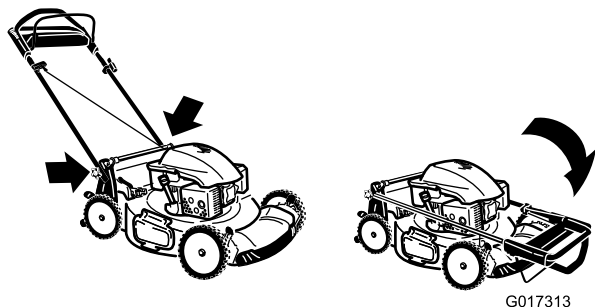

Figura 34
3. Pliegue hacia adelante la sección superior del manillar (ver Figura 34).